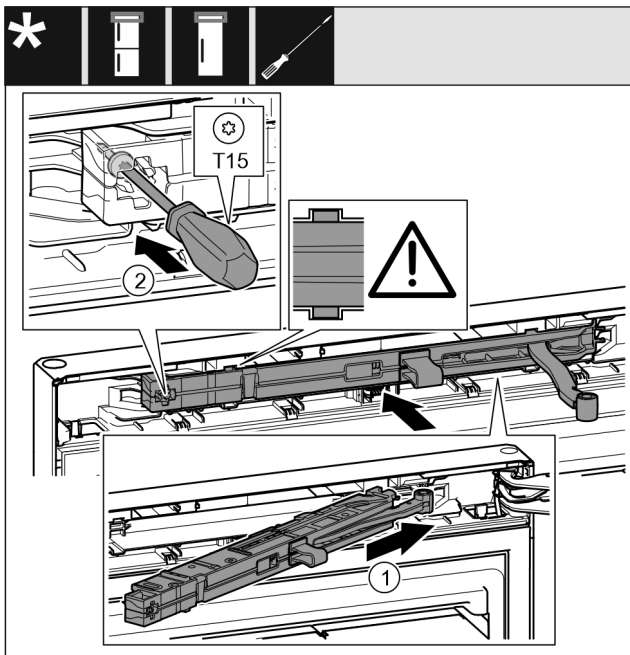

Fig. 71
- ▶ Schließdämpfereinheit Fig. 71 (1) auf der Lagerbockseite bis zum Anschlag schräg in die Aussparung schieben.
- ▶ Schraube Fig. 71 (2) mit einem Schraubendreher festschrauben.